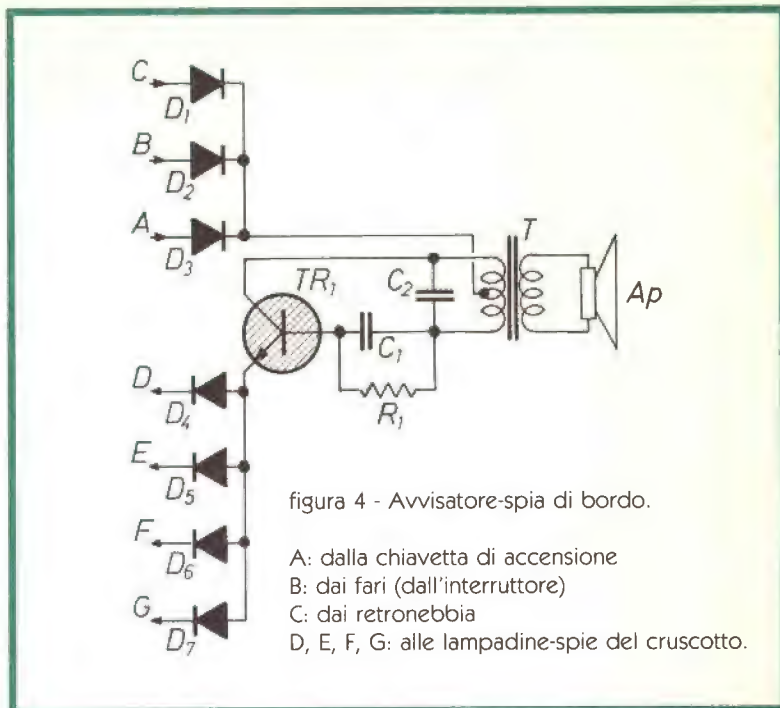

figura 4 - Avvisatore-spia di bordo.
la verifica del corretto funzionamento delle apparecchiature di bordo è quello riportato nella figura 4. Come si vede anche dalla figura successiva (5) il suo scopo è quello di avvisare della accensione di una spia sul cruscotto oppure del mancato spegnimento dei fari dopo aver parcheggiato l'auto. La sua validità è innegabile dato che in diverse salse è stato riproposto ammodernato su altre riviste, basta pensare che risale agli anni sessanta. Vediamo come funziona. Durante la marcia al terminale A è presente la tensione positiva; se si accende una lampadina (come si vede dalla fig. 5) D, E, F o G vengono collegati a massa attivando l'avvisatore acustico ed evidenziando il malfunzionamento di un organo meccanico.